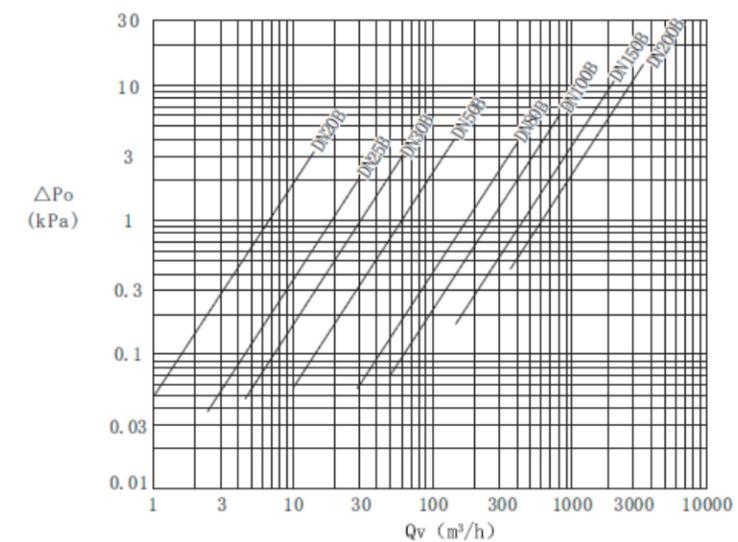

图 15 流量压损对应曲线
6.7.1 在标准状态下，当介质为干空气时，各规格流量计的压力损失 ΔP_o 可按图 15 查出（最大值见表 1）。